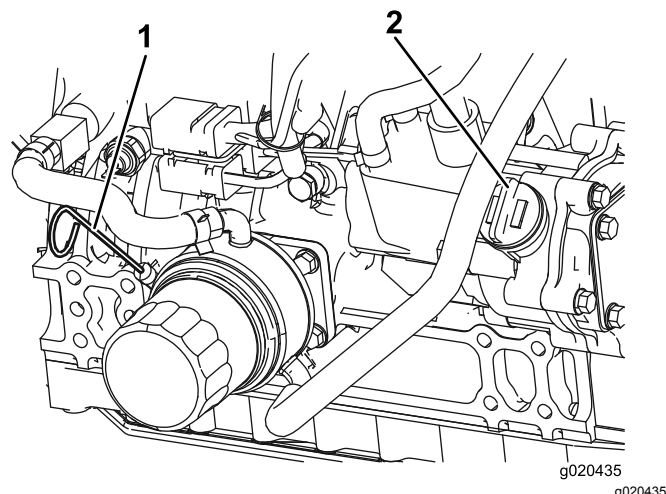

Figure 65
3. Sortez la jauge, essuyez-la sur un chiffon propre, remettez-la dans le goulot de remplissage, puis ressortez-la. Le niveau d'huile doit se situer entre les repères minimum et maximum (Figure 65).
4. Si le niveau d'huile est trop bas, enlevez le bouchon de remplissage (Figure 65) et faites l'appoint d'huile jusqu'à ce que le niveau se situe entre les repères minimum et maximum. **Ne remplissez pas excessivement.**